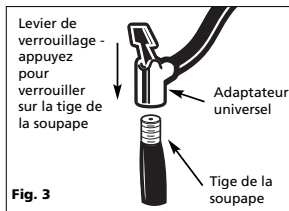

Fig. 3
- Fixez l'adaptateur universel sur le tuyau d'air pour que la tige de la soupape avec le levier soit en position vers le haut (voir la figure 3). Assurez-vous de presser complètement l'adaptateur universel sur les filets de la tige de la soupape. Lorsque l'adaptateur universel est bien en place, appuyez sur le levier de verrouillage vers le bas pour le verrouiller sur la tige.